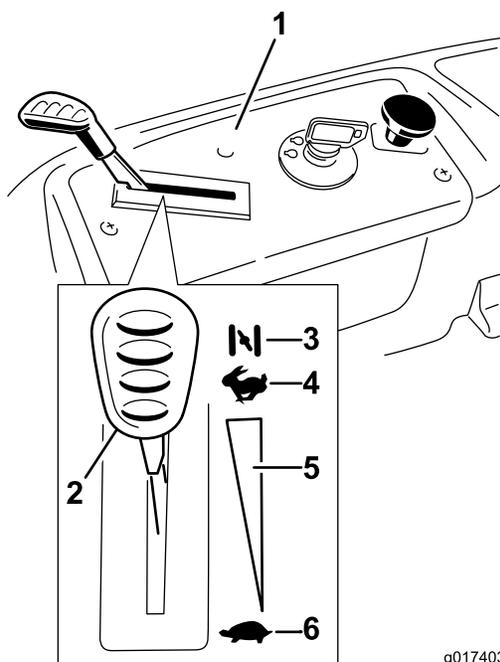

Figure 13
3. Tirez sur la commande de starter pour démarrer un moteur à froid (Figure 13).
2. Placez la commande d'accélérateur en position Haut régime (Figure 13).